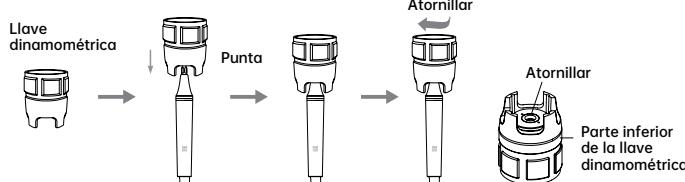

Imagen 3
- Coloque la punta en la llave dinamométrica y móntela o desmóntela como se muestra en la imagen 3.
- 3.1.2. Seleccione la punta adecuada según la necesidad y ajustela con la llave (ver Imagen 3). Elija la potencia adecuada para cada tipo de punta (consulte la "TABLA DE POTENCIA DE FUNCIONAMIENTO DE LAS PUNTAS").